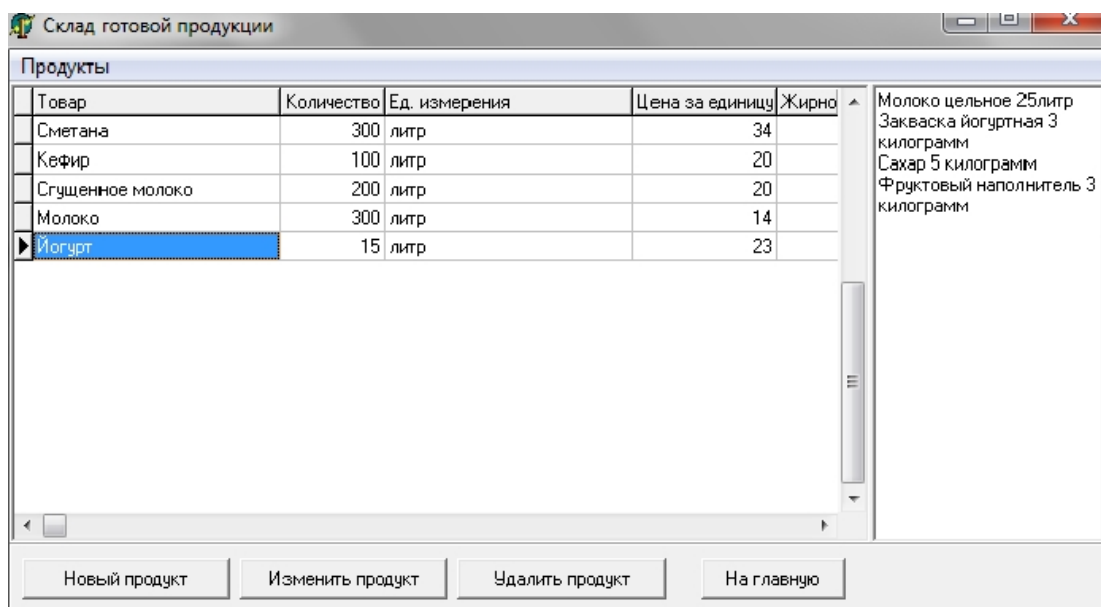

Рисунок 5 – Склад готовой продукции
- учет информации о готовой продукции (рисунок 5);